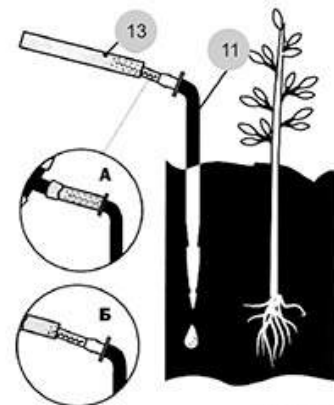

Рис. 6
Обрежьте** излишки Трубки (13), на концы трубки насадите*** Капельницы (11) (см. рис.6). Капельницу воткните в землю, -как можно ближе к растению, но не повредив его корневую систему. Конструкция капельницы предусматривает, что поступающая к растению вода будет уходить больше в землю, прямо к корням растений. На поверхности воды остается минимум, - для минимального её испарения.
*- с целью уменьшения потерь воды, спроектированные нами Разветвители (10) имеют максимальный внутренний проходной диаметр, соответственно, большой наружный диаметр. Поэтому надевание шлангов на концы разветвителей может сопровождаться значительными усилиями. Мы рекомендуем предварительно опустить конец шланга (Трубки) в стакан с горячей водой (60-70°C). Конец Трубки размягчиться, и значительно проще будет натягиваться на Разветвитель (10).
** - наша Система закомплектована шлангом (13) из расчета: около 20 см шланга на одну капельницу (см. приложение 1, рекомендуемая схема посадки).
***- конструкция гребенки капельницы позволяет дозировать (в небольших пределах) количество воды, подаваемое на конкретное растение. Натянув шланг до конца гребенки капельницы (см.рис.6, поз. А), вы уменьшаете подачу воды. Надев шланг только на начало гребенки (рис.6, поз. Б) вы увеличиваете подачу. Монтируя систему, рекомендуем натягивать шланг на гребенку капельницы полностью (как на рис.6, поз.А).
Капельница льет много / льет недостаточно под конкретное растение	Дозируйте полив, натягивая шланг на гребенку капельницы (стр.5, рис.6)